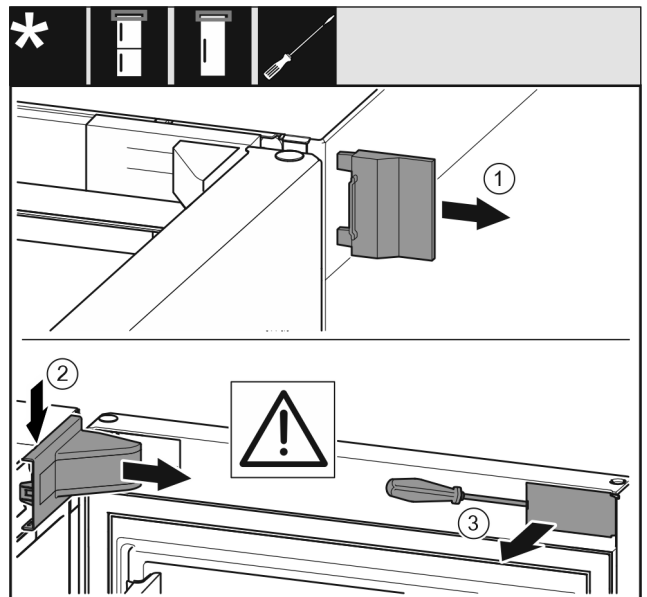

Fig. 10
- ▶ Снимите внешнюю крышку Fig. 10 (1).
- ▶ При помощи отвёртки отцепите крышку опорного кронштейна Fig. 10 (2) и снимите ее.
- ▶ При помощи шлицевой отвёртки отцепите накладку Fig. 10 (3) и отведите ее в сторону.